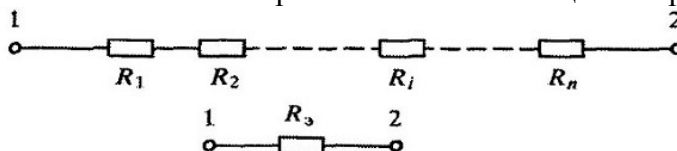

Рис.1.1
1. Сумма сопротивлений последовательно соединенных участков (рис. 1.1) цепи равна